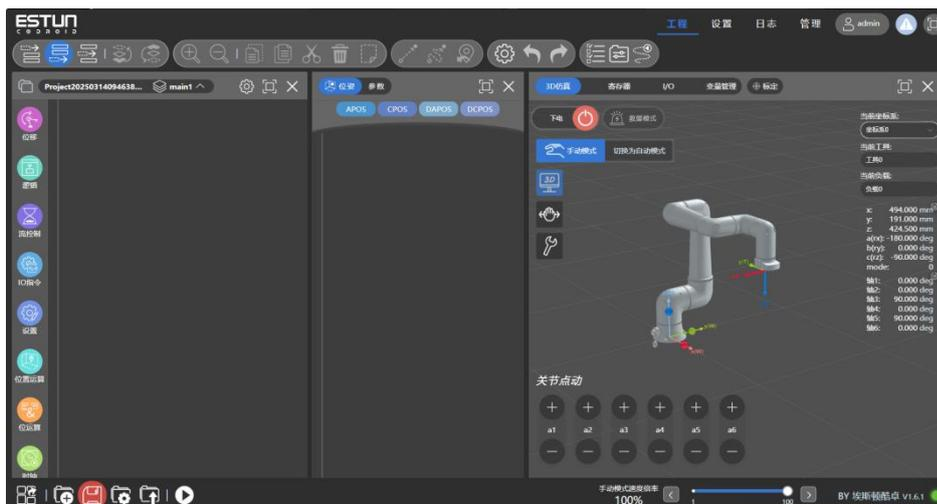

图 3-13 主界面
7. 如图 3-13 主界面所示，表示机器人上电成功，接下来就可以控制机器人移动。